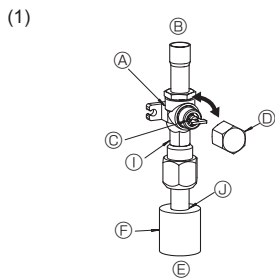
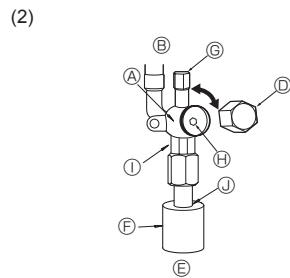

Fig. 4-6
Fig. 4-7
- (1) Сторона с газом RP100-250 (Fig. 4-6)
- ① Снимите колпачок, потяните ручку на себя и поверните на 1/4 оборота против часовой стрелки для открытия.
- ② Убедитесь в том, что запорный кран полностью открыт, надавите на ручку и поверните колпачок в первоначальное положение.
- (2) Сторона с жидкостью RP100-250 и сторона с газом/жидкостью RP35-71 (Fig. 4-7)
- ① Снимите колпачок и поверните шток золотника против часовой стрелки до упора, используя для этой цели 4 мм шестиугольный гаечный ключ. Прекратите поворачивать шток в момент, когда тот достигнет стопора. (Ø9,52: Приблизительно 10 оборотов)